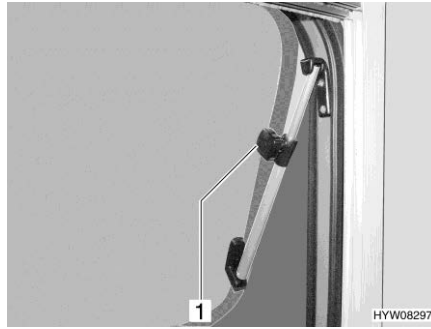
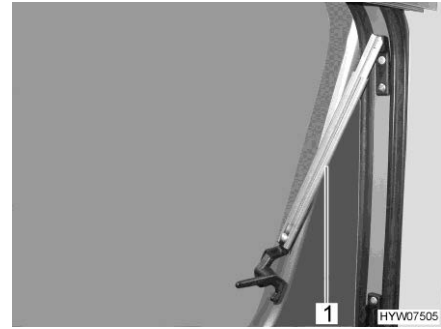

Bild 54 Överkantshängt fönster med vridspärrar (öppet)
Bild 55 Överkantshängt fönster med automatik-spärrar (öppet)
- Öppna det överkantshängda fönstret till önskat läge. Fixera det överkantshängda fönstret med ratten (Bild 54,1) eller låt det haka fast själv med automatik-spärren (Bild 55,1).
- Vrid ratten (Bild 54,1) eller öppna det överkantshängda fönstret så mycket att spärren frigges.